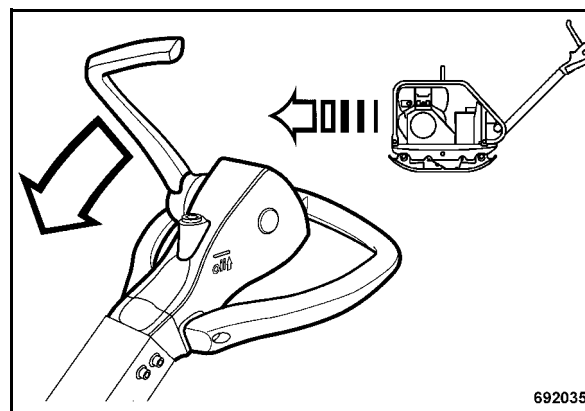

Fig. 19
- Presionar la palanca de marcha (Fig. 19) hacia delante hasta la bandeja vibradora haya alcanzado la deseada velocidad hacia delante.